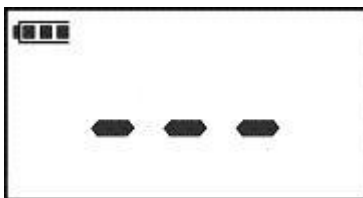

Рисунок 6.4
6.6 При выходе значения измеренного давления за диапазон измерений на индикаторе отображается надпись «---» и включается периодическая звуковая сигнализация (рисунок 6.4). Постоянное отображение надписи «---» при отсутствии избыточного давления соответствует некорректной настройке измерителя (необходимо настроить измеритель).